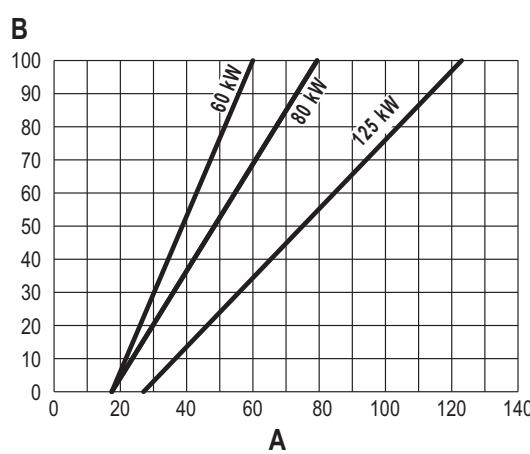

fig. 39
- Premere i **tasti riscaldamento** (part. 3 e 4 - fig. 1) per aumentare o diminuire la potenza (minima = 00 - Massima = 100). Vedi diagramma "Regolazione Portata Termica" (fig. 39).